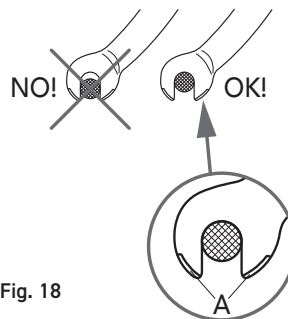

Fig. 18
- Coloque la rueda en las patillas del cuadro y asegúrese de que esté introducida a fondo (Fig. 18).
No modifique ni manipule de ninguna manera el borde de retención (A - Fig. 18 (en caso de que la horquilla lo tuviera)). El borde de retención está concebido para evitar que se salga la rueda en caso de que se aflojen las tuercas.